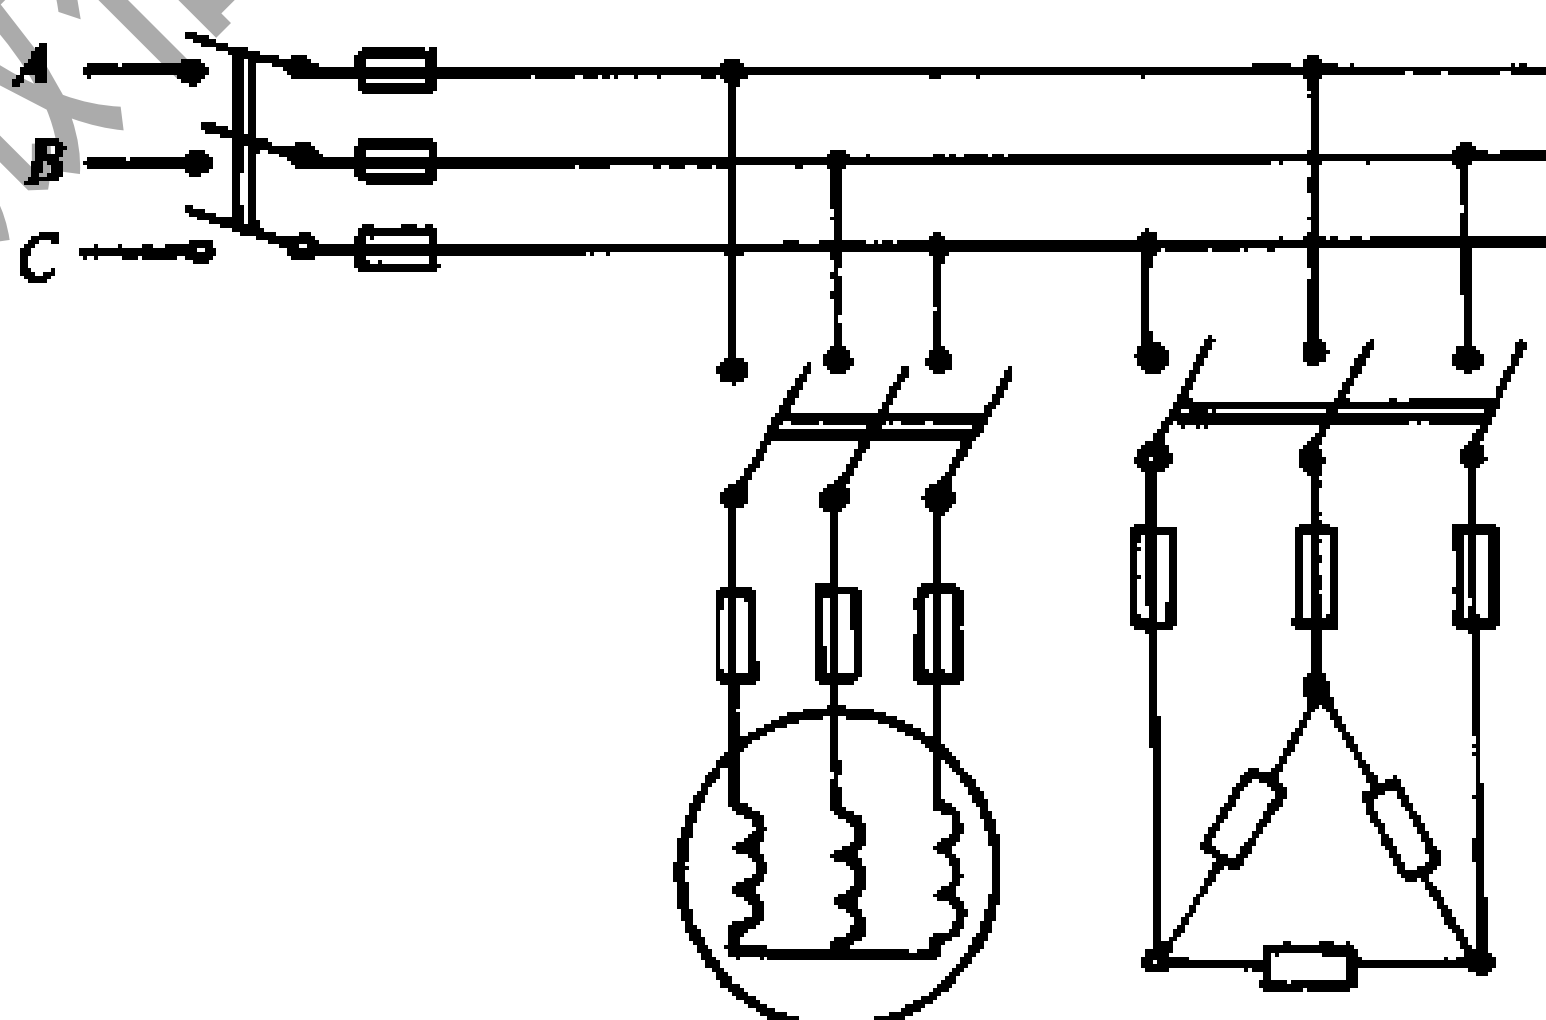

图 1-88 三相对称负载连接
(2) 三相对称负载：对于三相电动机和三相用电设备，由于能严格保证三相对称，通常采用三相三线制连接。在这种情况下，中线上流过的电流等于零，对负载端的电压也没有影响，因此可以省去中线（图 1-88）。